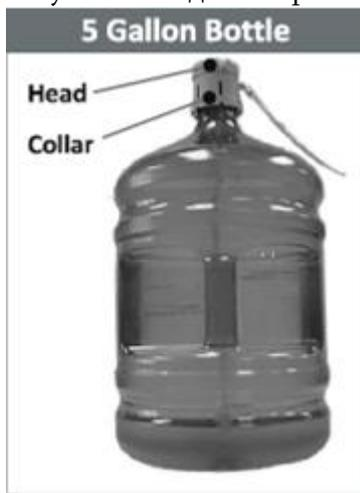

Рис.2 Установка сифона на бутылку с водой
4. Поместите трубку сифона в бутылку и наденьте хомут сифона (рис. 2) на горлышко бутылки до щелчка.
Разъем легко снимается для очистки теплой мыльной водой (Fig. 2).